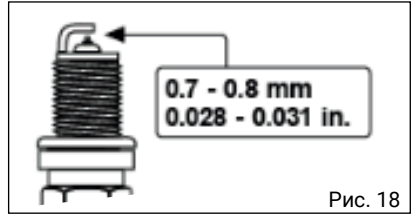

Рис. 18
6. Измерьте зазор свечи зажигания с помощью измерителя зазора. Зазор(а) должен составлять от 0,7 до 0,8 мм (Рис.18). При необходимости осторожно отрегулируйте зазор.